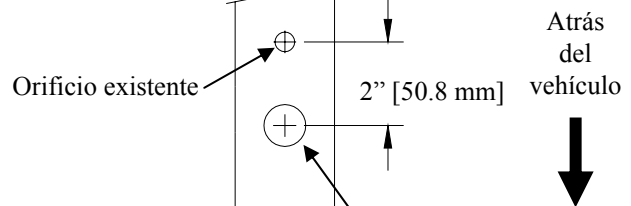

Figura 2
①	Cant. (2)	Perno de carruaje 7/16-14 X 1.50 Gr5	⑤	Cant. (1)	Perno de carruaje 1/2-13 X 2.00 Gr5
②	Cant.(2)	Arandela cónica 7/16	⑥	Cant. (1)	Arandela cónica 1/2
③	Cant.(2)	Tuerca hexagonal 7/16-14	⑦	Cant. (1)	Tuerca hexagonal 1/2-13
④	Cant.(2)	Espaciador (pequeños agujeros sq)	⑧	Cant. (1)	Espaciador
1. Baje el sistema de escape en el aislador de goma (3). Rociar un lubricante en el vástago del gancho de metal y el aislador de hule ayuda para el desmonte.
2. Perfore 1" agujero de acceso en parte inferior de cada carril del marco. Ver Figura 2